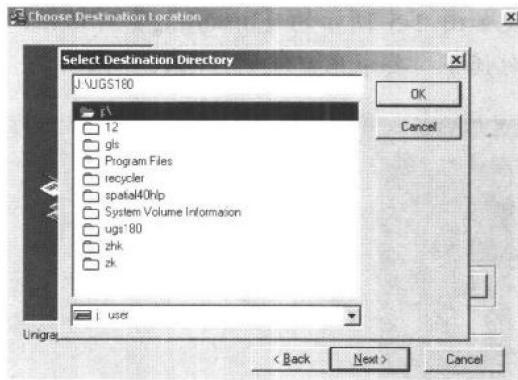

图1-2 【Select Destination Directory】对话框
3. 接着会出现【Choose Destination Location】对话框。可以点击 Browse... 按钮，在弹出的【Select Destination Directory】对话框中设置所需的安装路径，如图 1-2 所示。然后点击 OK 按钮，回到【Choose Destination Location】对话框，再点击 Next > 按钮。